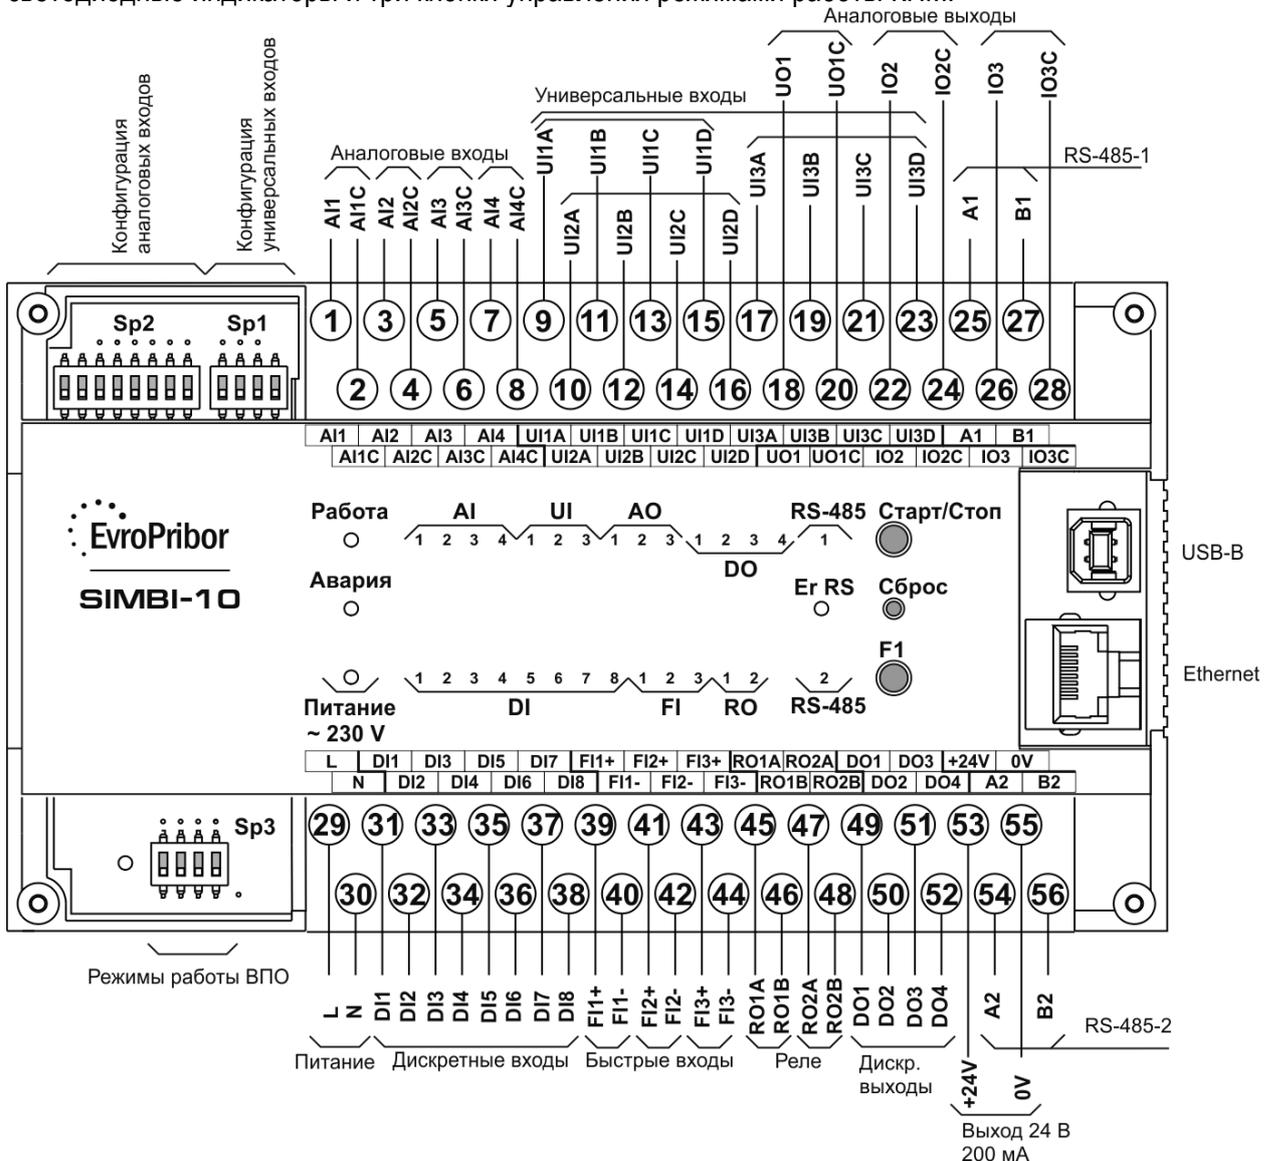

Рисунок 1.1 – Модуль Simbi-10 со снятыми клеммными крышками
1.5.1.7 Конфигурация измерительных каналов на физическом уровне выполняется с помощью двух групп DIP-переключателей Sp1 и Sp2, расположенных слева под верхней клеммной крышкой корпуса (см. Рисунок 1.1 и Таблицу 1.13).